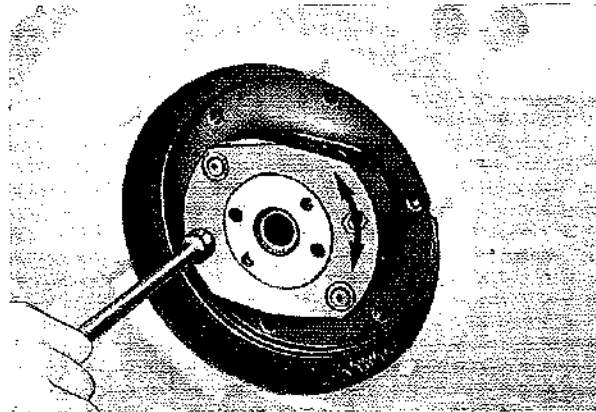

Fig. 83
- Allentare i dadi fissaggio variatore e ruotare a destra (RITARDARE) o a sinistra (ANTICIPARE) il variatore (Fig. 83) sino a che il combustibile cessa di sgorgare dal raccordo. Se necessario allentare i dadi di fissaggio e spostare anche la pompa iniezione nelle asole.